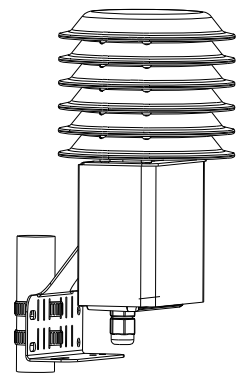

图 4
- 如安装在圆形或异形柱体上，应使用卡箍固定，如图 4。卡箍应按实际需要另行选配。